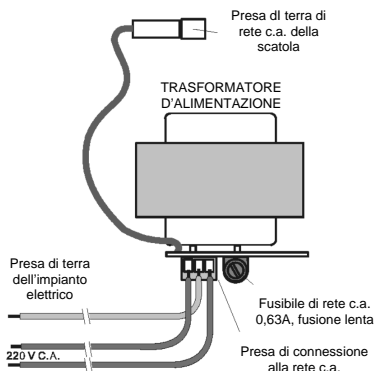

Fig. 21 Alimentazione a 220V
- Inserire il cavo di terra della 220V c.a., non ancora sotto tensione, alla presa di terra. (Vedere la fig. 21).